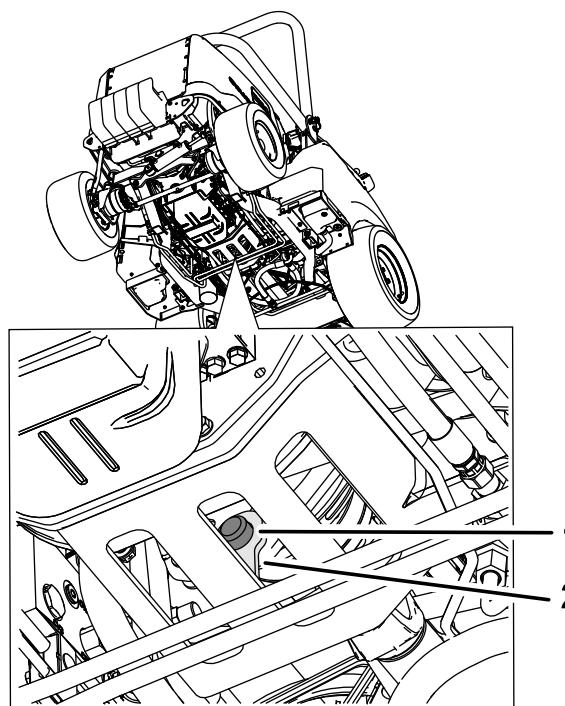

図 74
- 4. 金属製リテナーとクラッチからゴム製バンパーを取り外す (図 74)。